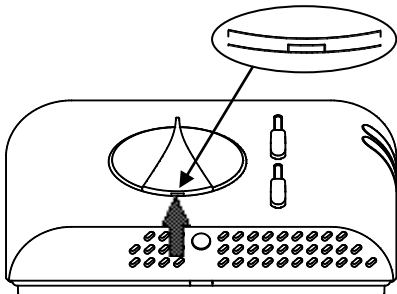

Fig. 3
- 2** Spostare entrambi gli slider completamente in basso e posizionare la manopola su 20°C; quindi sollevare la manopola facendo leva con un cacciavite nell'apposito invito, indicato dalla freccia in Fig. 3, facendo attenzione a non rigare la calotta.
Move both sliders all the way down and position the knob at 20°C; lift the knob using a screwdriver as shown by the arrow in Fig. 3, being careful not to scratch the cover.